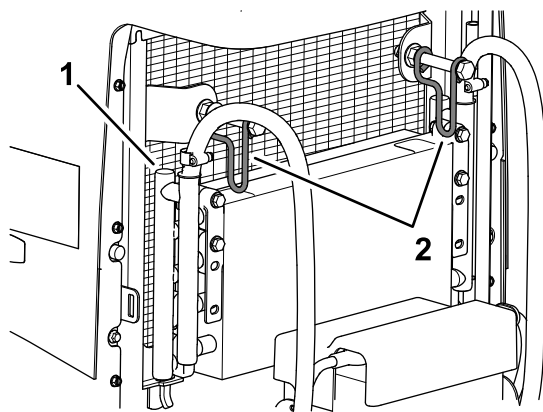

図 111
7. オイルクーラのラッチ2ヶ所を内側に押し解除し、クーラを傾ける **図 111**。